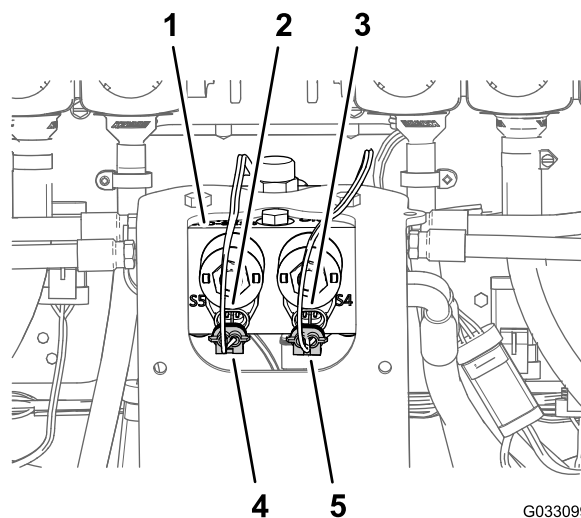

Figura 176
1. Ligue o conector de 2 pinos da cablagem do Sonic Boom ao conector de 2 pinos do solenoide de ativação do cilindro direito do coletor do cilindro de elevação (Figura 176).
2. Ligue o conector de 2 pinos da cablagem do Sonic Boom ao conector de 2 pinos do solenoide de ativação do cilindro esquerdo do coletor do cilindro de elevação (Figura 176).